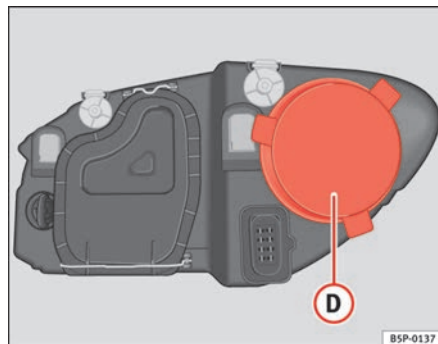

Fig. 188 Luz de presença
- Retirar a tampa ⇒ fig. 188 ①, puxando-a.